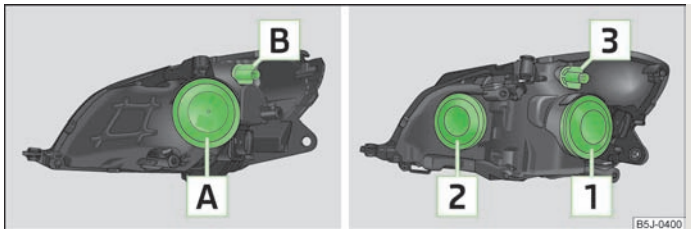

Abb. 146 Glühlampenordnung: Halogen-Scheinwerfer / Halogen-Projektorscheinwerfer
- Die Gummiabdeckung **A** » Abb. 146 abnehmen.
- › Die Gummiabdeckung  » Abb. 146 abnehmen.
- › Die Fassung  » Abb. 146 bzw. die Fassung  bis zum Anschlag **entgegen** dem Uhrzeigersinn drehen und zusammen mit der Glühlampe für Blinklicht herausnehmen.
- › Die Gummiabdeckung  » Abb. 146 bzw.  abnehmen.